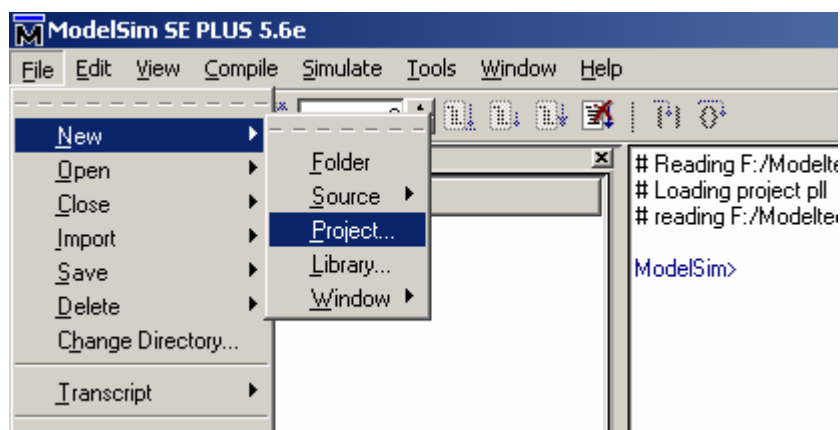
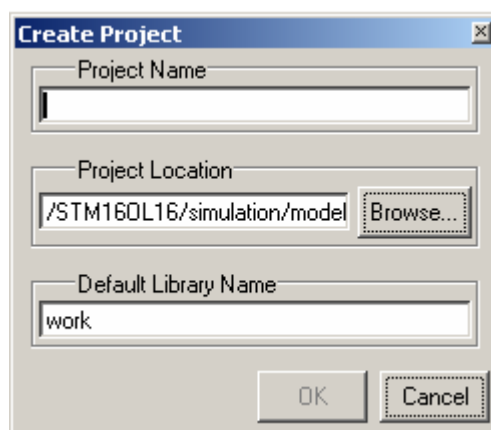

图 2.1
图 2.2
1. **建立工程**：在 ModelSim 中建立 Project。如图 2.1 所示，点击 File⇒New⇒Project，得到 Create Project 的弹出窗口，如图 2.2 所示。在 Project Name 栏中填写你的项目名称，建议和你的顶层文件名字一致。Project Location 是你的工作目录，你可通过 Browse 按钮来选择或改变。Default Library Name 可以采用工具默认的 work。